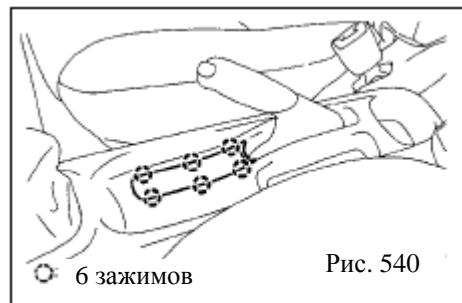

Рис. 540
**18. Демонтируйте отделку вспомогательной передней панели (рис. 540)**